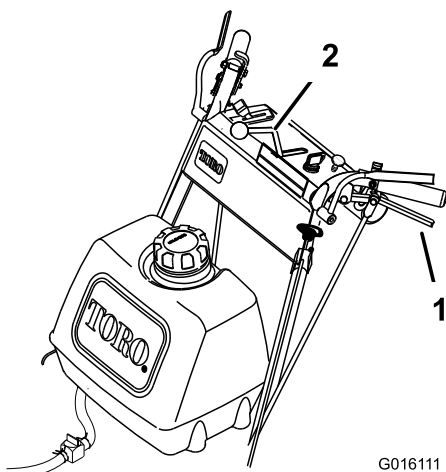

Figure 13
4. Relâchez lentement les leviers de déplacement pour avancer (Figure 13).
Pour avancer en ligne droite, relâchez les leviers de déplacement également (Figure 13).
Pour tourner, serrez le levier de déplacement du côté vers lequel vous voulez tourner (Figure 13).
Serrez lentement les leviers de déplacement contre les poignées pour faire marche arrière (Figure 13).